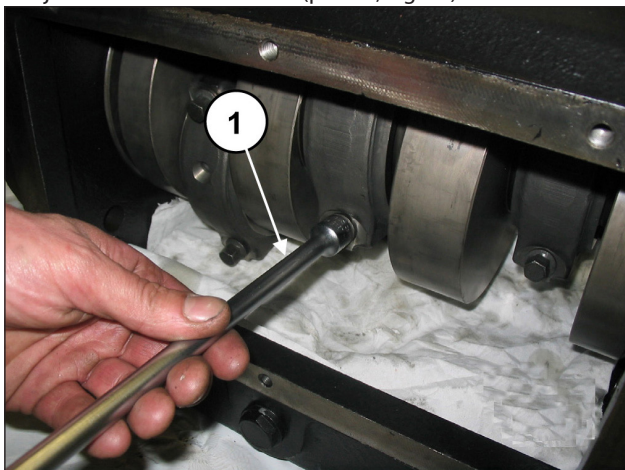

Fig. 23
Aflojar los tornillos de la biela (pos. ①, Fig. 23).